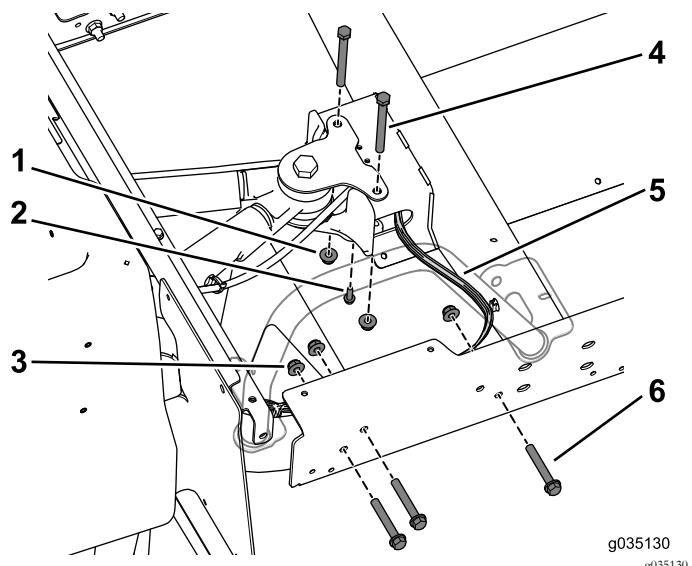

Figura 77
8. Utilize os três parafusos (3/8 x 2½ pol.) e as porcas flangeadas para instalar sem apertar a calha de extensão na estrutura traseira (Figura 77). Faça isto em ambos os lados da máquina.
Nota: Certifique-se de que a cablagem sai do canal central no lado direito (Figura 77).
9. Utilize o parafuso autorroscante (1/4 x ¾ pol.) para instalar a união em T da linha do travão no canal central (Figura 77).
10. Utilize os dois parafusos (3/8 x ¾ pol.) e as porcas flangeadas para instalar sem apertar o canal central na montagem traseira (Figura 77).